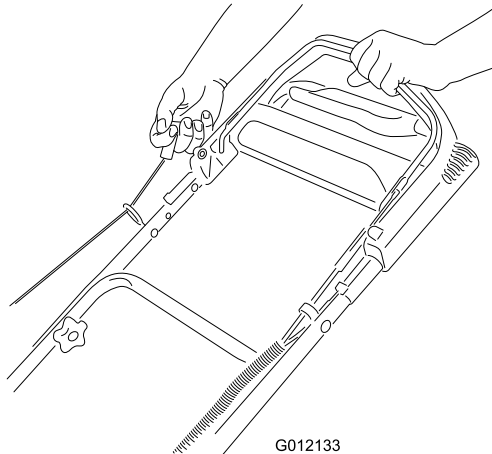

Figura 15
2. Tirate la maniglia dell'avviatore autoavvolgente (Figura 15).